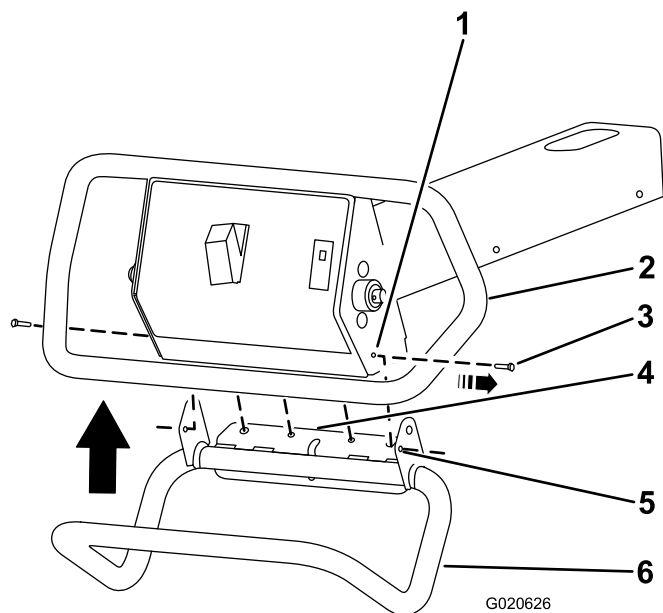

図 1
- 図 1に示すように、六角ヘッドボルト（#10-24 x 1/2 インチ）2本を外す。
- ハンドルを持ち上げて、フランジとフレームとを整列させる（図 1）。
- 六角ヘッドボルト（#10-24 x 3/4 インチ）2本の取り付け穴（ハンドル側）を、フレーム側の穴に合わせる（図 1）。